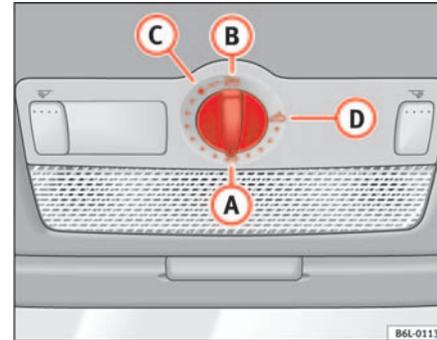

Abb. 53 Ausschnitt aus dem Dachhimmel: Drehschalter Schiebe-/Ausstelldach
- Drehen Sie den Drehschalter in Stellung **A** ⇒ Abb. 53 ⇒ .